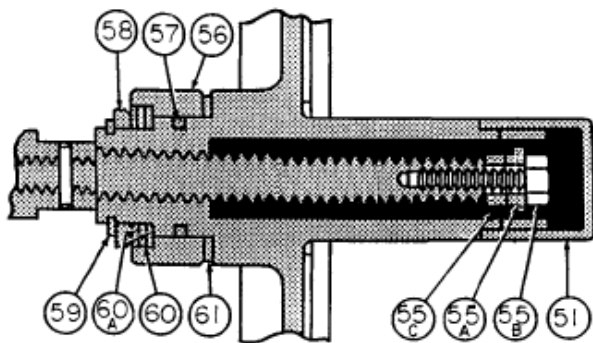

Figura 5 - Detalle del volante manual, tamaños de actuator B y C
- Retire los clips de sujeción (63) y empuje el pasador (66) hacia afuera. Asegúrese de que el buje (65) permanezca en el brazo (64).
- Retire los pasadores de pivote (72) y retire el subensamblaje del volante manual.
- Retire el subensamblaje del eje del volante manual (55) del anillo de retención (59) y desatornille la tuerca (58). Retire el cojinete aguja y la guía (60). Limpie y verifique el cojinete aguja y la carrera para detectar signos de desgaste. Reemplace si es necesario.
- Retire el pivote del volante manual (56) y la arandela de empuje (61). Compruebe la arandela y reemplácela si es necesario. Compruebe la junta tórica (57) y reemplácela si es necesario.
- Limpie las roscas ACME en el volante manual (54) y el eje S/A (55) y engrase con Molykote G.
3.5.1.2 Remontaje (Figura 5)
- Instale la arandela de empuje (61) y la junta tórica (57). Aplique lubricante de silicona con moderación en la junta tórica.
- B. Deslice el pivote del volante manual (56) en el subensamblaje del volante manual. Lubrique e instale la guía del cojinete, el cojinete aguja y el anillo exterior.
- C. Instale la tuerca (58) en el lado biselado hacia la guía del cojinete y atornille firmemente. NO APRIETE EN EXCESO Reemplace el anillo de retención (59). El ensamblaje correcto debe tener la tuerca (58) tocando el anillo de retención (47).